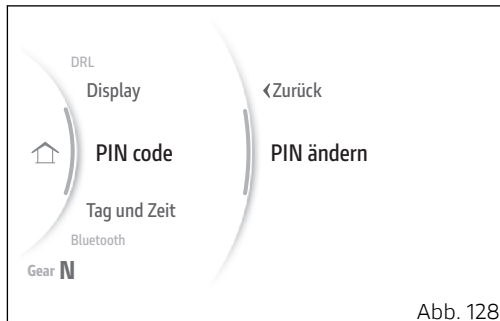

Abb. 128
- Im „Interactive Menu“ über die Tasten (1) und (2) die Angabe „Einstellungen“ markieren, dann auf ENTER (3) drücken.
- Die Angabe „PIN Code“ markieren, dann auf ENTER (3) drücken.
- Die Angabe „PIN ändern“ markieren (Abb. 128), dann auf ENTER (3) drücken.